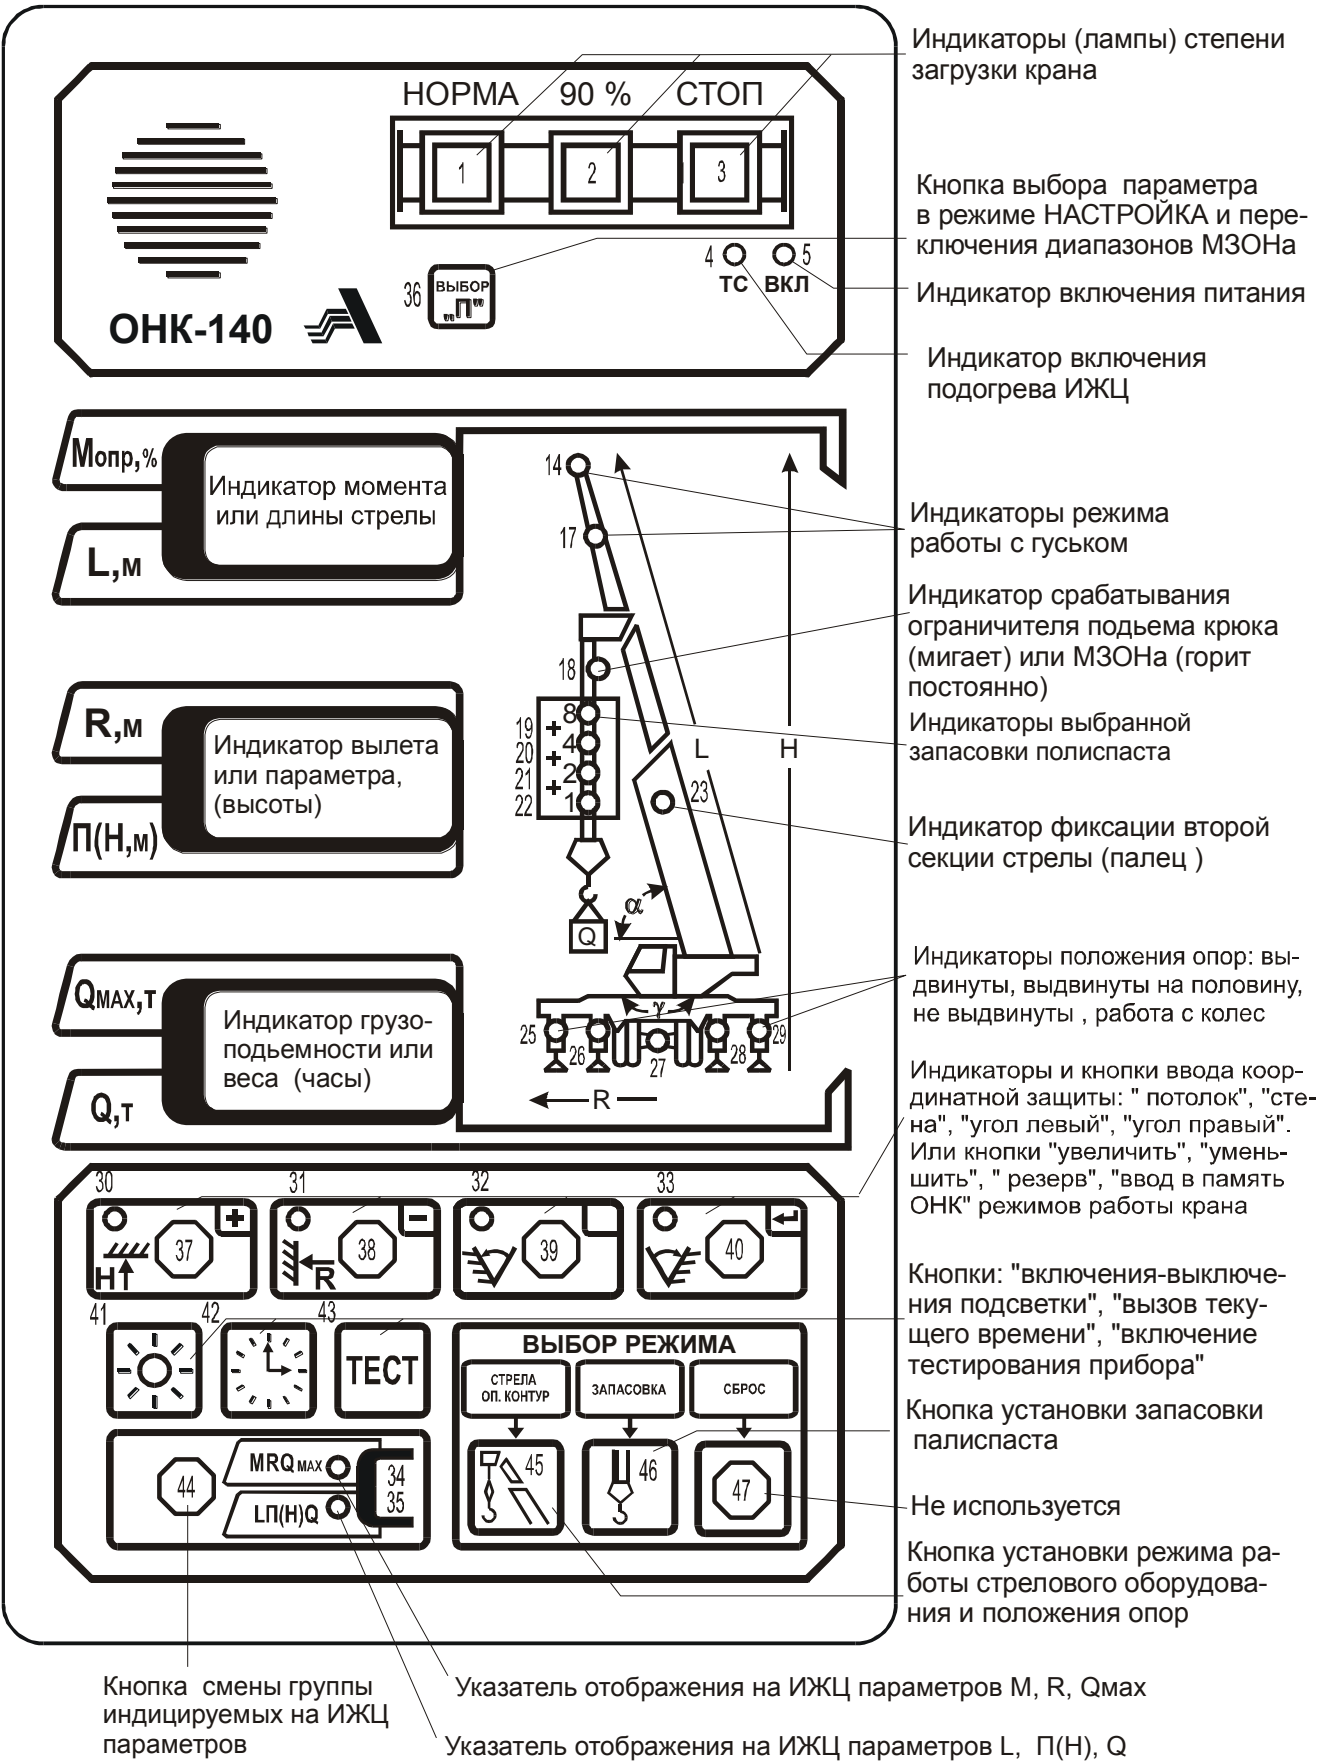

Рисунок 6 - Лицевая панель БОДа
Включить тумблер ПИТАНИЕ на БПВРе (в дальнейшем на пульте управления крана) проконтролировать загорание светодиода ВКЛ на передней панели БОДа (см. рисунок 6) .
4.1.3 Ввести режим работы крана соответствующий исполнению стрелового оборудования (см. п. 3.3 ЛГФИ.408844.009-15 РЭ). Для этого нажать кнопку выбора запасовки (46). При этом на индикаторы БОДа выдаются (см. рисунок 6):